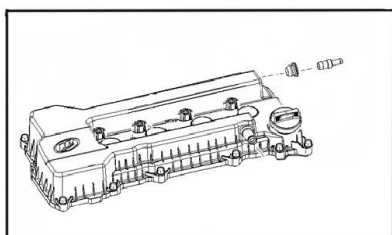

Рисунок II-61
5. Установить клапан PCV с уплотнительным кольцом (см. Рисунок II-61).